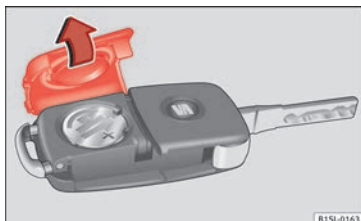

Fig. 30 Llave del vehículo: tapa del compartimento para la pila.
- Retire la tapa de la parte trasera de la llave del vehículo » **fig. 30** en la dirección de la flecha » **1.**
- Coloque la tapa en la carcasa de la llave del vehículo, presionándola tal como se muestra » **fig. 30**, en sentido contrario a la flecha, hasta que encastre.